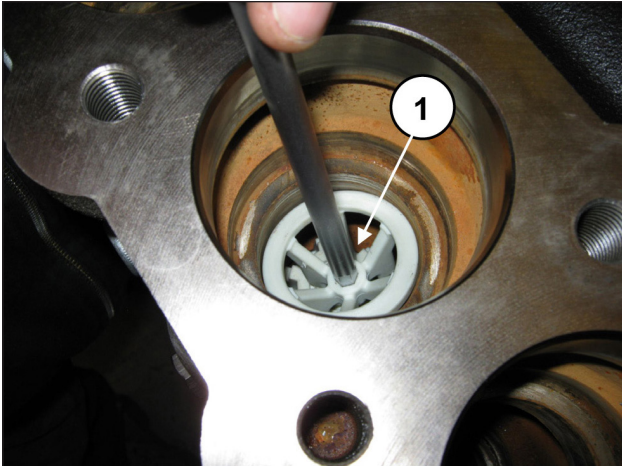

Abb. 100
Ziehen Sie das Distanzstück der Ventilführung durch Einstecken eines 8 mm Sechskantschlüssels in den entsprechenden Sitz und durch Anhebeln heraus (Pos. ①, Abb. 100).